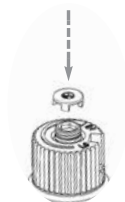

Fig. 6
- 20) Re-assemble the black protection cap (Fig. 6).